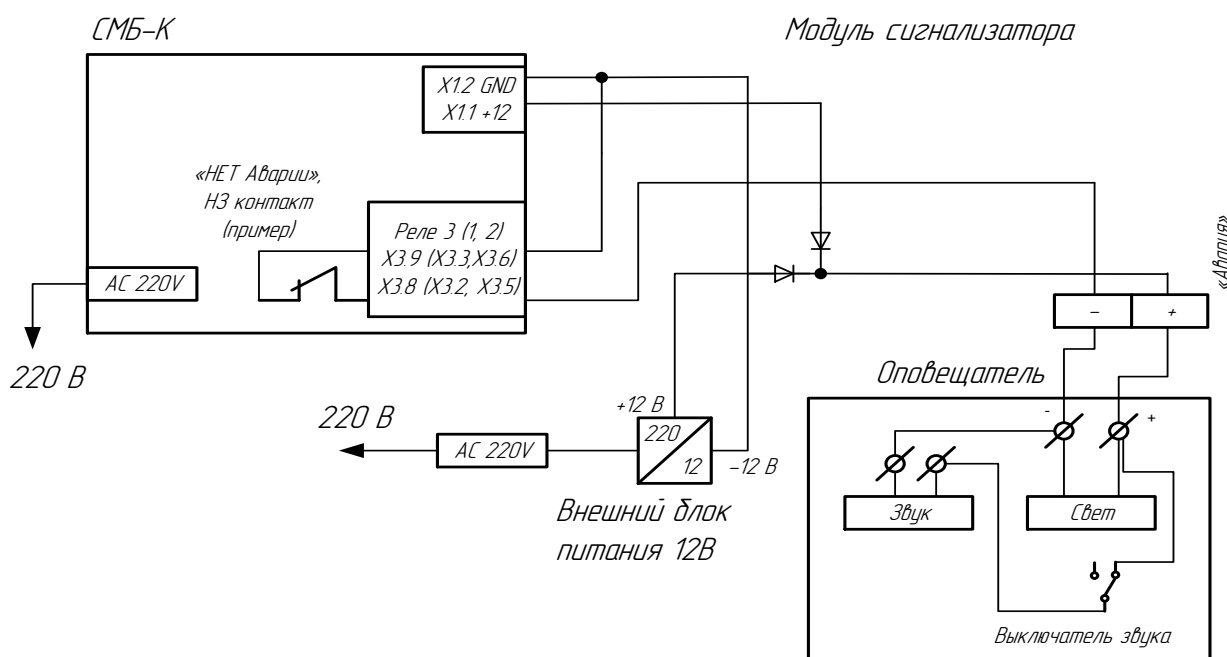

Рисунок 2 – Двойное питание
- двойное питание, от встроенного блока питания СМБ-К и внешнего блока питания 12В (см. Рисунок 2);